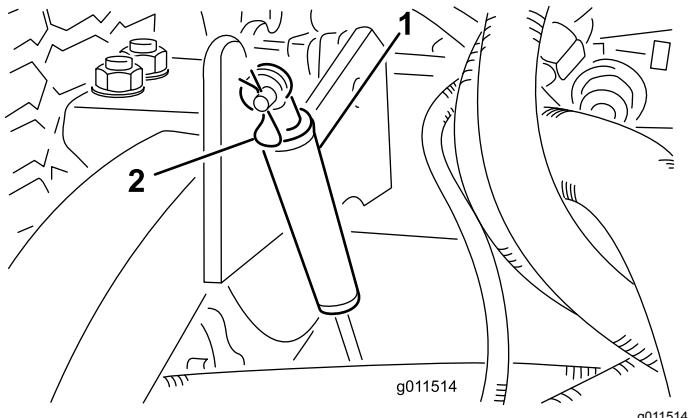

Figura 103
2. Retire el pasador de horquilla que fija los amortiguadores a los brazos de elevación (Figura 103). Gire el amortiguador hacia la carcasa de la carcasa.